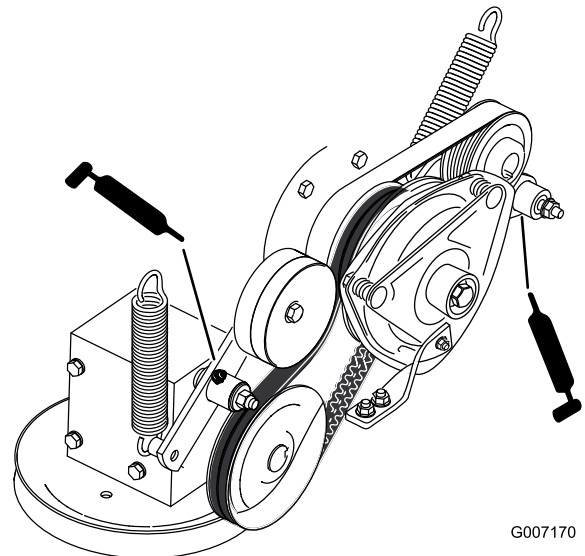

Figure 50
8. Graissez le bras de la poulie de tension de la courroie d'entraînement de PDF (Figure 50).
9. Graissez le bras de la poulie de tension de la courroie de pompe (Figure 50).